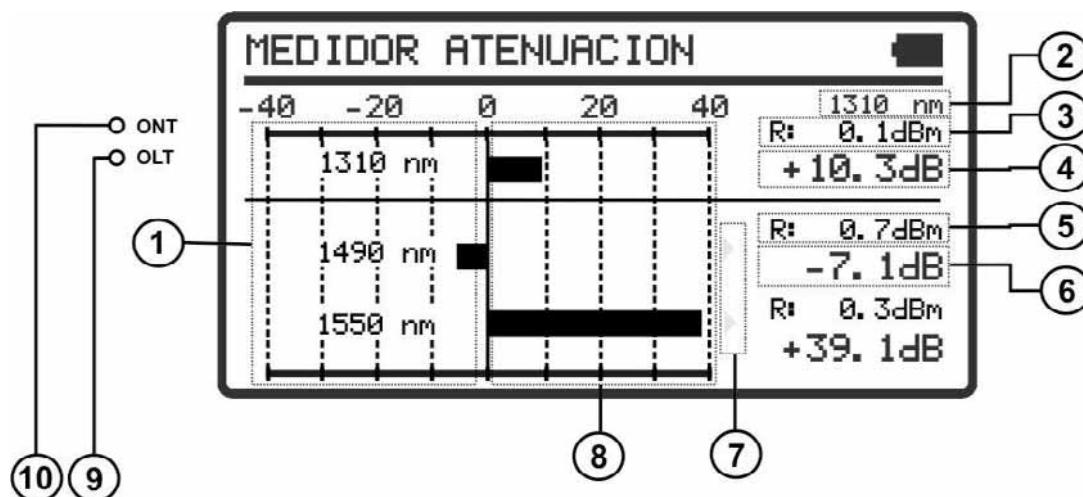

Figura 11. Función **MEDIDOR ATENUACIÓN**.
- 3 Pulse **SEL**  [12] para entrar en la pantalla (ver figura 11).